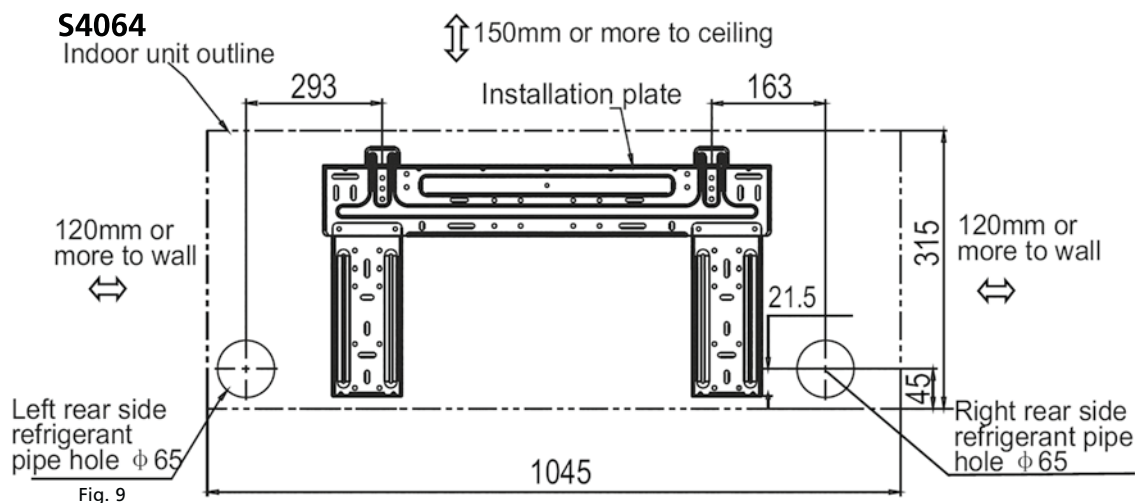
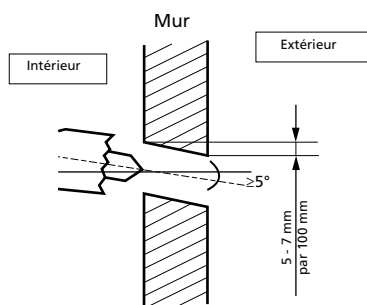

Fig. 9
Fig. 10
- Déterminer la position des trous en fonction du diagramme illustré à la Fig. 9. Percer un trou ( $\geq 85$  mm pour modèles SC 40xx et  $\geq 65$  mm pour modèles S 40xx) en inclinant légèrement vers le bas (côté extérieur) afin d'éviter la pénétration d'eau vers l'intérieur (fig. 10).